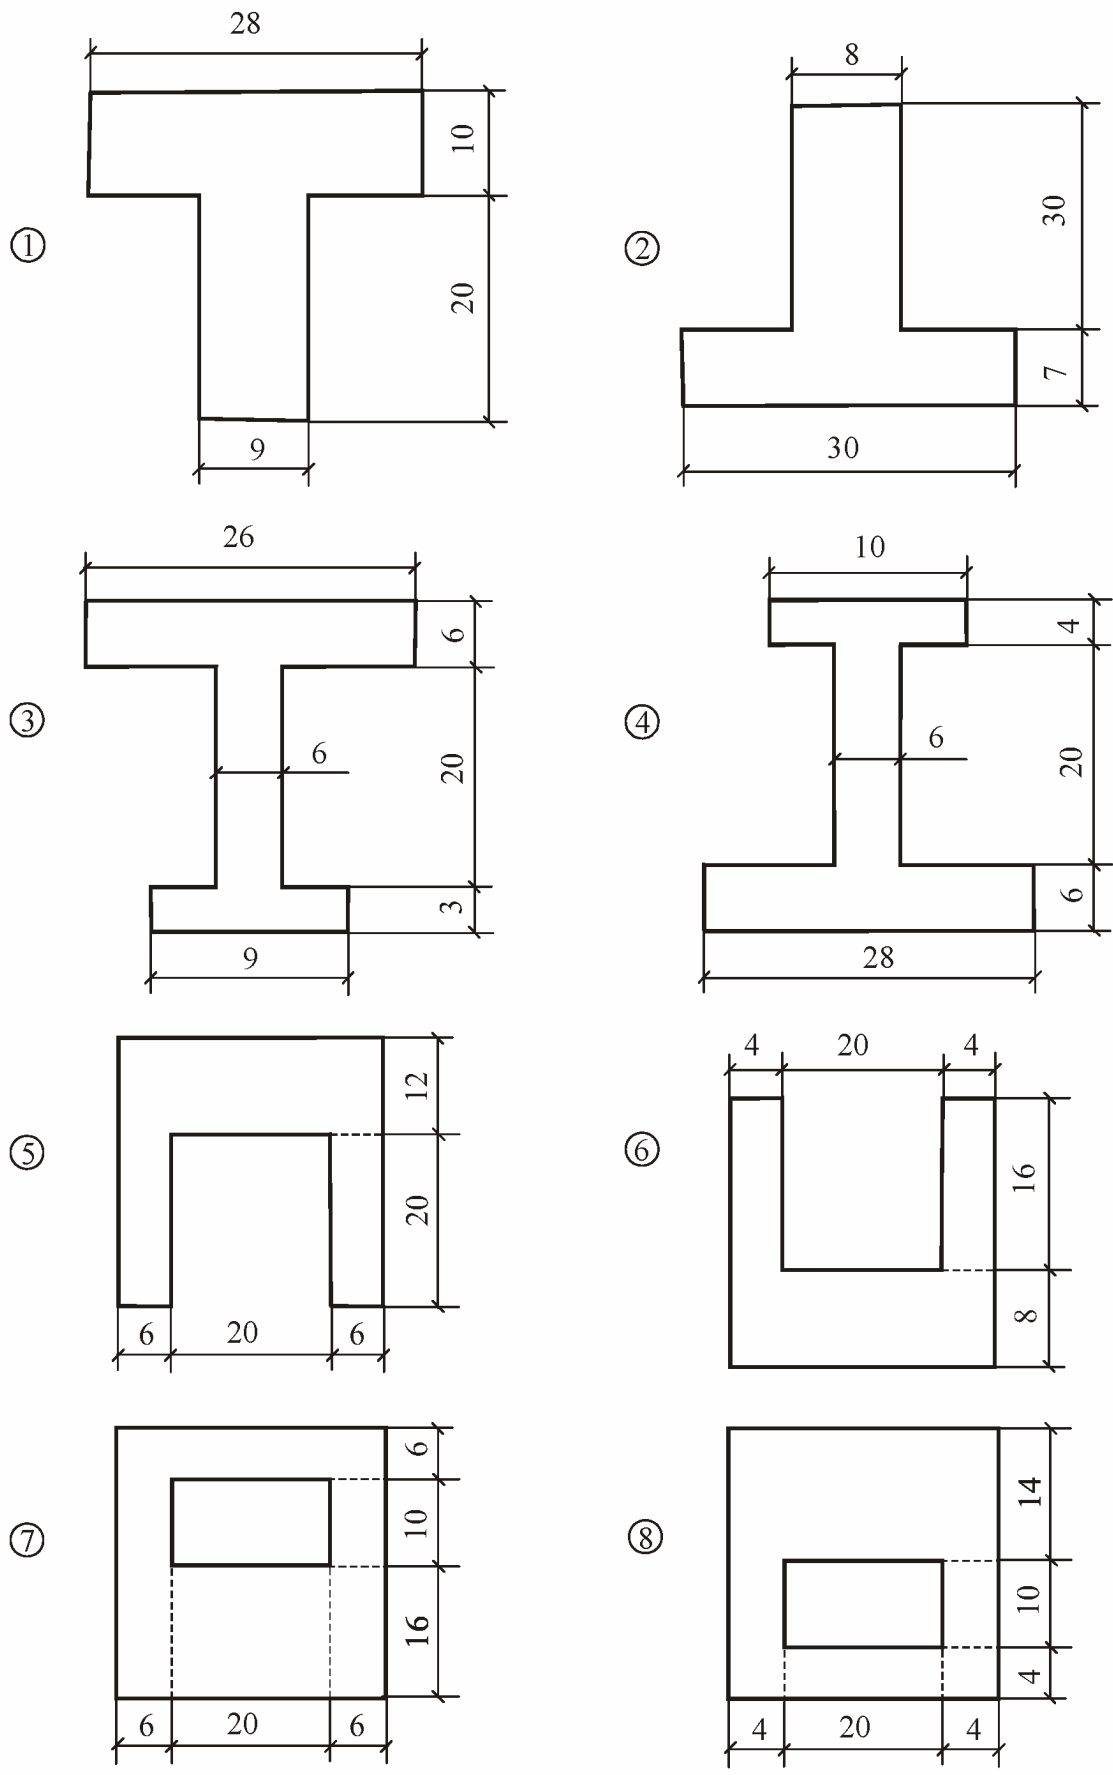

Рис.3.4 (Сечения балок для задачи № 3)
- Определить момент инерции сечения (схема № ____ рис.3.4) относительно нейтральной оси и моменты сопротивления сечения.